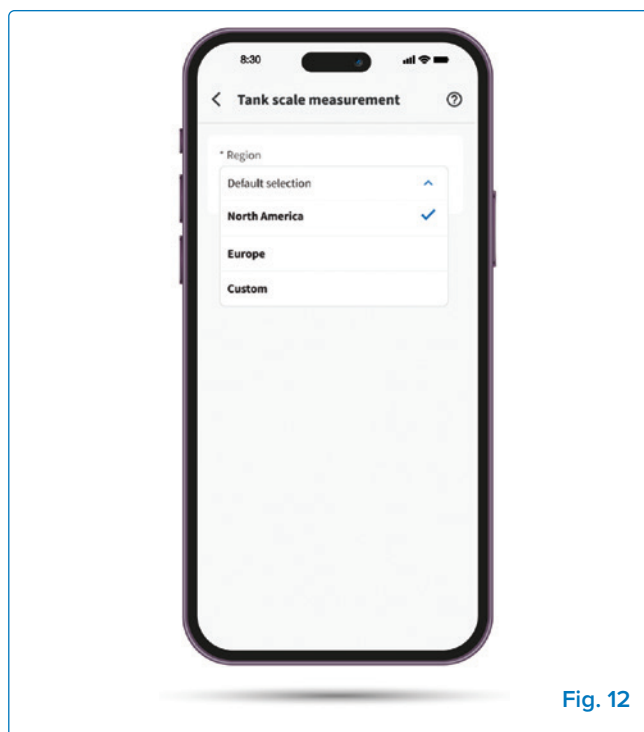

Fig. 12
- Ouvrez l'application Napoleon Home et accédez à la section Balance de réservoir (Fig. 12).